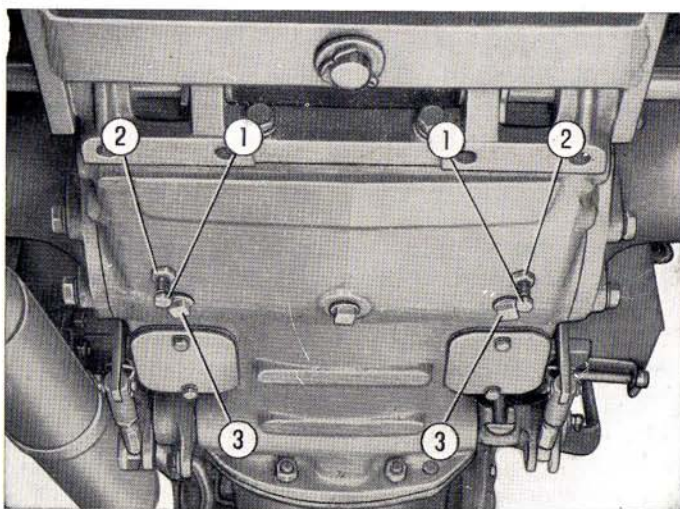

FIG. 26 — Vis de centrage des rubans de freins
- Desserrer l'écrou de blocage des deux vis de centrage des rubans de freins (voir fig. 26), serrer les vis à fond, puis les dévisser d'un tour et demi et les bloquer dans cette position ;
- Evacuer enfin par les bouchons **3** (fig. 26) les dépôts qui ont pu s'accumuler dans les carters de freins.